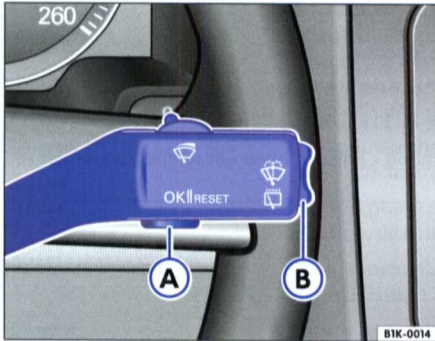

Fig. 14 Levier d'essuie-glace : touche (A) pour valider les options et commande à bascule (B) pour changer de menu
- Appuyez une fois sur la touche ⇒ fig. 14 (A) du levier d'essuie-glace.
- Maintenez la commande à bascule (B) enfoncée pendant deux secondes pour retourner au menu principal à partir d'un autre menu. Si nécessaire, répétez cette opération jusqu'à ce que le menu principal apparaisse.